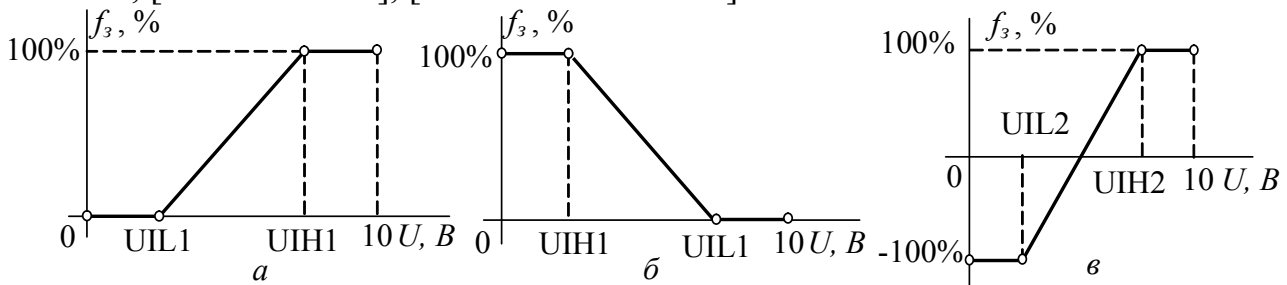
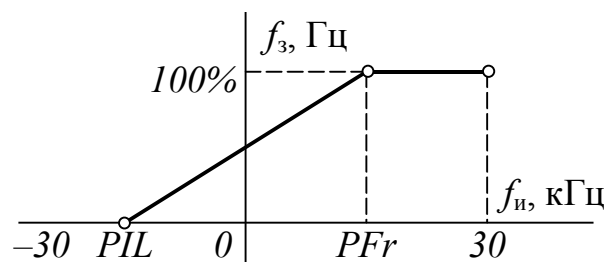

Рис. 7.3. Статические характеристики аналогового входа
Рис. 7.7. Статическая характеристика импульсного входа
Для согласования аналогового входа с источником сигнала его статическую характеристику (зависимость задания на частоту от входного сигнала) можно сделать нелинейной (рис. 7.3а). Абсциссы опорных точек (в диапазоне  $0 \dots 10 \text{ В}$ ) для аналогового входа  $AI1$  задают с помощью параметров (подменю  $AI1$ -, [ $AI1$  CONFIGURATION], [КОНФИГУРАЦИЯ  $AI1$ ]):
В случае, если  $UIL1 > 0$ , в диапазоне малых входных сигналов ( $0 \dots UIL1$ ) ПЧ не будет реагировать на изменение входного сигнала (зона нечувствительности), а задание на частоту будет нулевым. Если же сигнал больше  $UIN1$ , задание на частоту будет максимально возможным (зона насыщения). Если максимальное значение выбрано меньше минимального ( $UIN1 < UIL1$ ), статическая характеристика входа имеет вид, изображенный на рис. 7.3б.
- POS, [0 - 100%] – только положительное задание, изменяющееся в пределах 0...100% (как на рис. 7.3а для первого входа);
- nEG, [+/- 100%] – двухполярное задание, изменяющееся в пределах  $\pm 100\%$  при изменении входного сигнала в пределах 0...10 В или 0...20 мА (рис. 7.3в).
Импульсный вход имеется на карте расширения VW3A3202. Подобно аналоговым входам, он может иметь нелинейную статическую характеристику (см. рис. 7.3а, б). Абсциссы опорных точек данной характеристики задают значения параметров (подменю PLI-, [RP CONFIGURATION], [КОНФИГУРАЦИЯ RP]):
Поскольку минимальная входная частота может быть отрицательной, статическая характеристика импульсного входа, в отличие от аналоговых, может принимать вид не только рис. 7.3а, б, но и рис. 7.7.